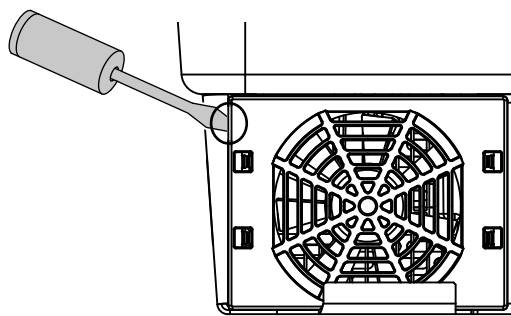

Fig. 73: Soltar la rejilla del ventilador
2. Desmontar el ventilador. Para ello, introducir un destornillador en el borde de la rejilla del ventilador y ejercer una ligera presión en esta. **Fig. 73**